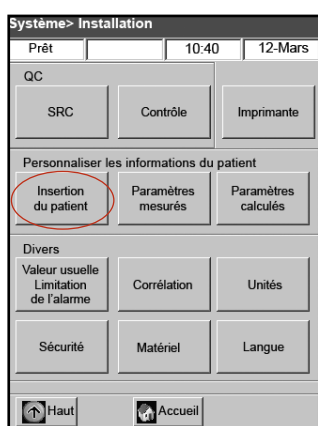

Figure H-6 : Écran "Système> Configuration"
- Sur l'écran "Configuration", sélectionnez **"Information patient"** (Figure H-6).